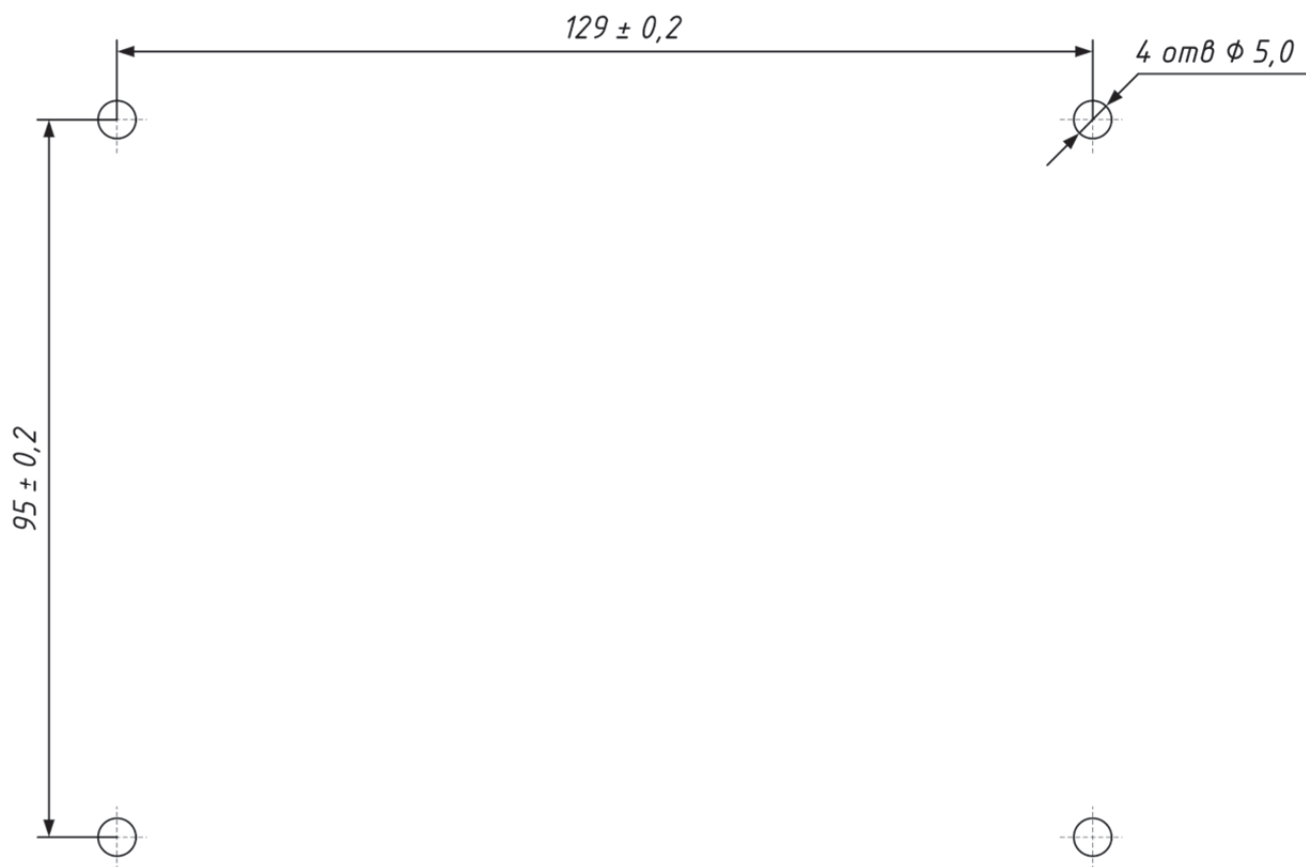

Рис. 2.1 Чертеж сверловки для установки ПРОЭЛ-МИНИ-00
- 2.2.2.1. В выбранном для установке месте просверлить отверстия согласно данным чертежа на Рис.2.1;